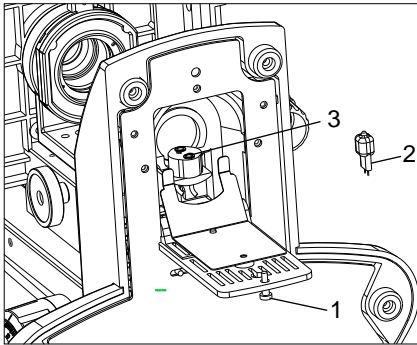

Fig. 2
1. Ziehen Sie den Verschlussdrehknopf (1) auf der Unterseite zur geöffneten Lampengehäusetür (fig.2).
2. Halten Sie die Halogenbirne (2), ohne sie aus der Tasche aus Polyäthylen heraus zu nehmen damit, die Birne mit Fingerabdrücken nicht zu verderben und die Birne in die Stiftlöcher auf dem Socket (3) zu drücken. Nach der Befestigung entfernen Sie die Tasche aus Polyäthylen.